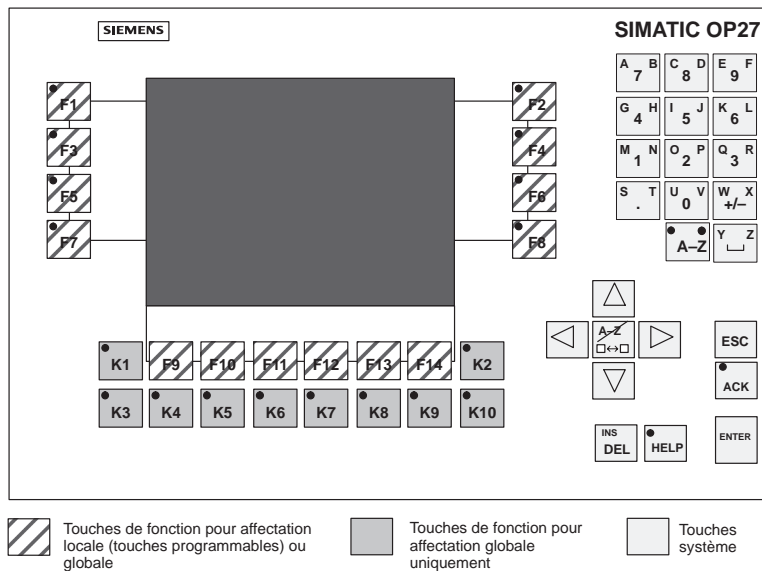

Figure 3-2 Disposition des pavés de touches sur l'OP27
- pour l’OP27 → K1 à K10 et F1 à F14 (figure 3-2),
- pour l’OP27 → F1 à F14 (figure 3-2),